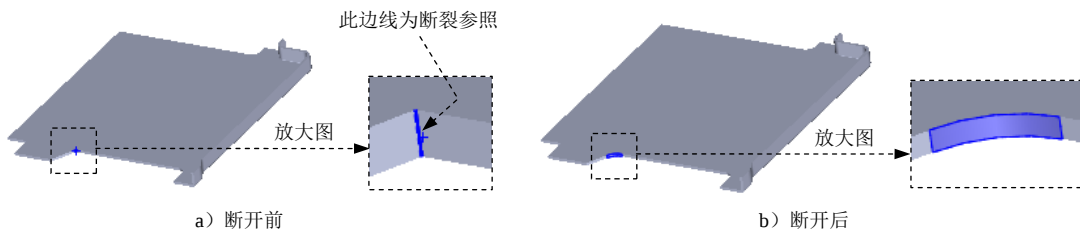

图 7.6.16 断开-边角 5
Step11. 创建图 7.6.16 所示的钣金特征——断开-边角 5。操作步骤参见 Step4，断开边角的边线如图 7.6.16a 所示，圆角半径值为 5.0。